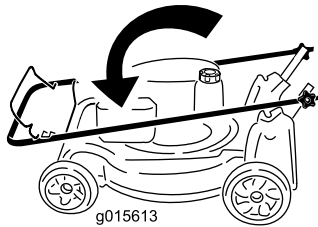

**Figura 31**
1. Allentate le manopole della stegola finché non riuscite a muovere liberamente la stegola stessa (Figura 31).
1. Manopola della stegola (2)
2. Piegate la stegola in avanti come mostrato nella Figura 31.